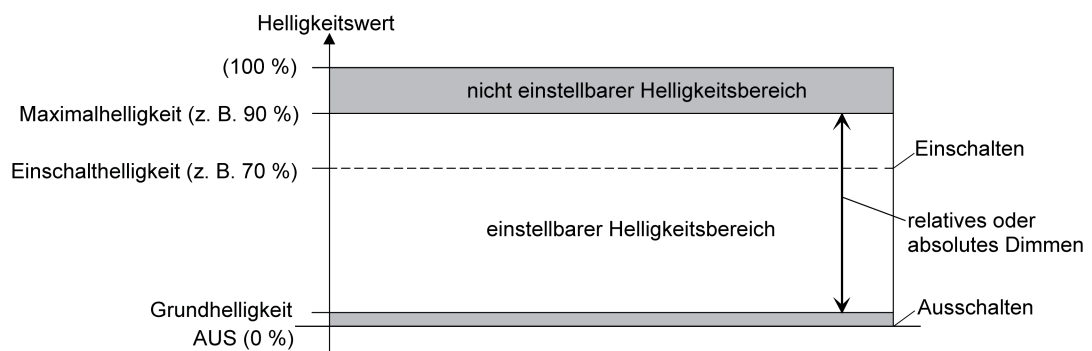

Bild 13: Beispiel eines Helligkeitsbereiches mit Grundhelligkeit
- Definition der unteren Helligkeitsgrenze mit Grundhelligkeit (Bild 13):